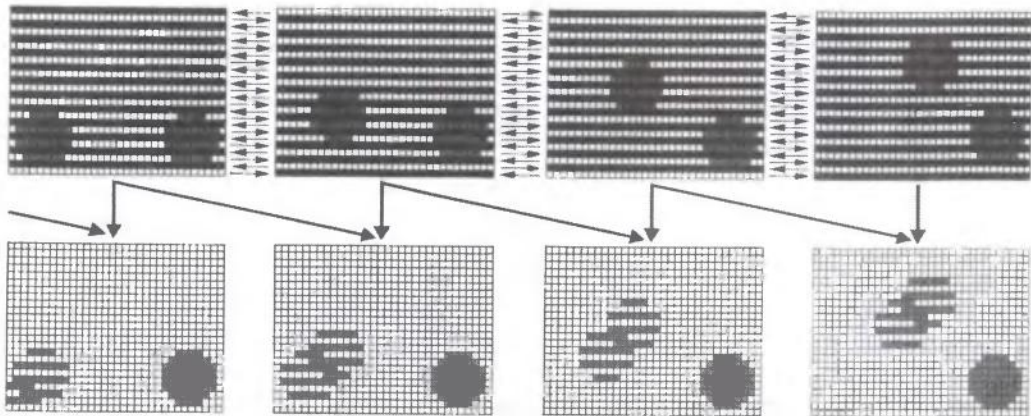

Рис. 2
При использовании деинтерлейсера с устройством сохранения изображения (запоминающим устройством — ЗУ) из двух следующих друг за другом полукадров (рис. 2, сверху) можно получить целое изображение (Frame Based Deinterlacing). При этом вертикальное разрешение достигает полного числа строк сигналов систем PAL (576) или NTSC (480). Такие сигналы уже можно подавать на большие экраны, однако в быстро движущихся объектах при указанном методе появляется некоторая "потерянность" ("бахрома"), так как в каждом полукадре они находятся на другом месте (рис. 2, снизу).